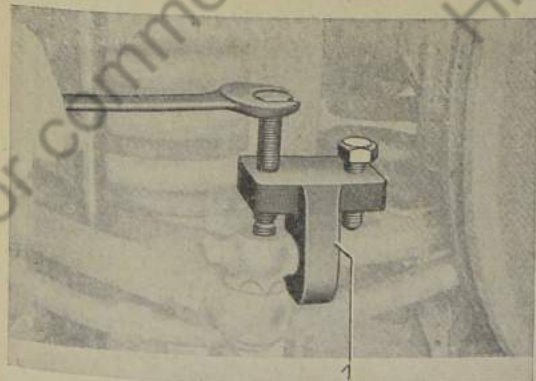

Bild 728: Kugelzapfen aus Spurstangenhebel herausdrücken
3. Mit Abdrücker Nr. 1505 den Kugelzapfen aus dem Spurstangenhebel herausdrücken (Bild 728).